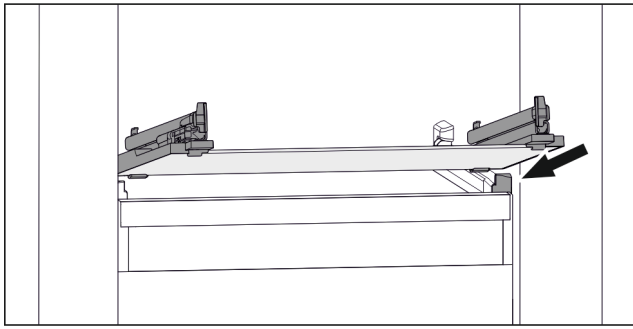

Fig. 117 Beispielhafte Darstellung der Glasplatte
- ▶ Glasplatte schräg hinter den Stopperrn aufsetzen. (siehe Fig. 117)